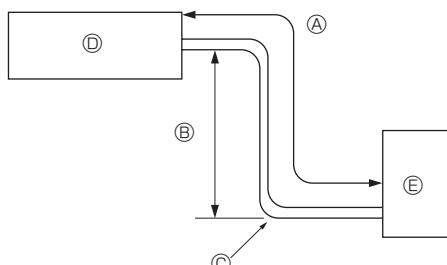

Fig. 2-1
2.1. Труба холодаагенту (Fig. 2-1)